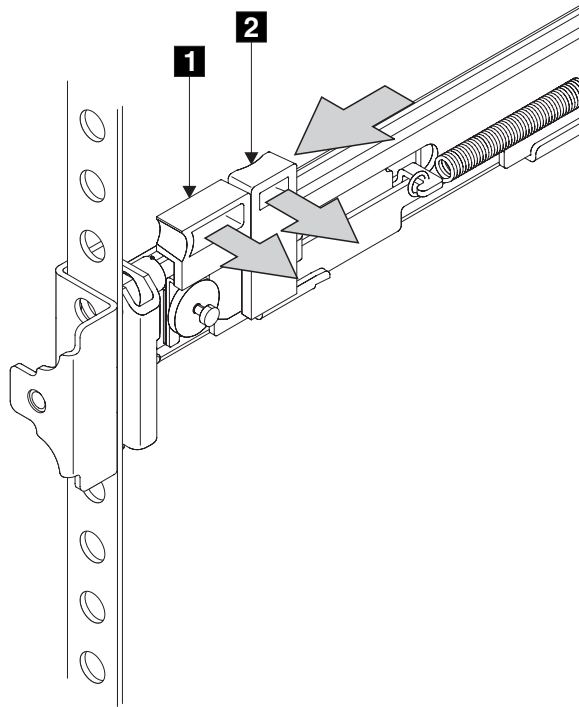

図 129. ラッチ・ロック・キャリア・アセンブリーを閉じる
8. ラッチ・ロック **2** (535 ページの図 129) をレールから押し出して、キャリアを解放します。ラッチ・ロック・キャリアがラックの前方向にスライドし、位置決めピンが、前部フランジの穴と前部レール・ブラケットの穴を通して突き出ます。